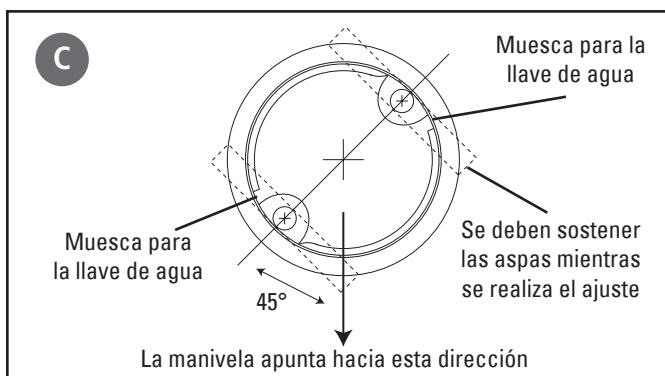

Figura 5
- C) Mire hacia abajo a través de la base para realizar este paso. Antes de ajustar los tornillos, determine la rotación correcta de la base. La posición final de la manivela será de 45 grados de diferencia respecto a la cabeza del tornillo. Use la figura 5 para determinar la mejor posición para su instalación. A través del orificio en la base, mantenga el fiador en posición mientras ajusta el tornillo. El fiador con resorte tocará la parte inferior de la encimera y mantendrá su posición. No ajuste totalmente. Repita para el segundo tornillo de fiador. Revise la posición final de la base y los tornillos de fiador. Ajuste los dos tornillos equitativamente. NO AJUSTE EXCESIVAMENTE. Ajuste solo lo suficiente para prevenir que la base gire cuando se gira la llave de agua en su lugar.